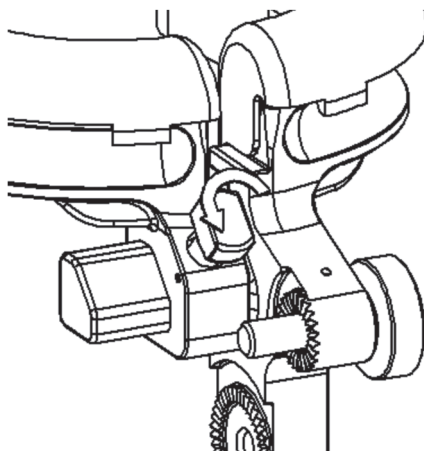

Figura 9
1. Hacer girar en sentido antihorario el botón de reglaje hasta que la placa frontal deslizante en forma de herradura pueda deslizarse libremente (Figura 9).